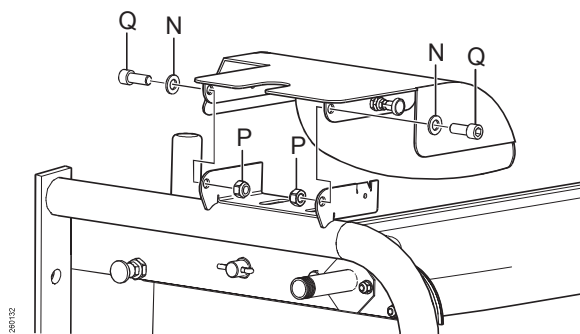

Fig. 21: Montering av dekselet.
5. Monter dekselet på venstre bein slik Fig. 21 viser.